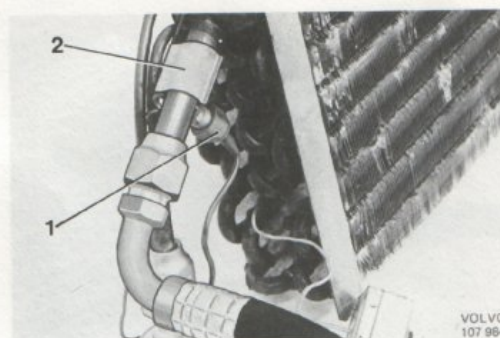

Bild 36. Demontering av expansionsventil sen.utf.
2. Ta bort isolermassan kring ventilen och förskruvningarna samt lossa tryckutjämningsröret (1 bild 36) och klamman (2) för kappillärspolen.
7. Skruva fast tryckutjämningsröret samt klamma fast kappillärspolen mot utloppsröret (bild 36).